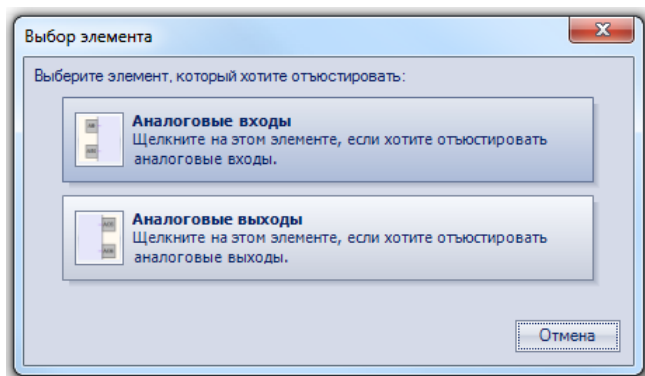

Рисунок 8.8 – Меню выбора элемента
3. В диалоговом окне «Выбор элемента» выбрать пункт «Аналоговые выходы» (см. рисунок 8.8).